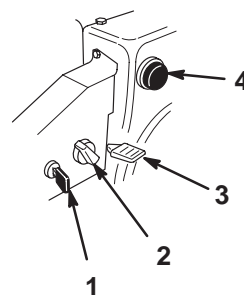

Figure 14
- **Clé de contact** (Fig. 14)—Insérez la clé dans le commutateur d'allumage avant de mettre le moteur en marche. Pour couper le moteur, retirez la clé de contact.
- **Starter** (Fig. 14)—Pour mettre en marche un moteur froid, tournez la commande de starter à la position *en service*. A mesure que le moteur se réchauffe, tournez progressivement le starter dans le sens anti-horaire jusqu'à la position *hors service*.
- **Manette d'accélérateur** (Fig. 14)—Déplacez la manette vers le haut pour augmenter le régime du moteur, ou vers le bas pour le réduire. Réglez la manette d'accélérateur en position d'*Arrêt* pour arrêter le moteur.
- **Amorceur** (Fig. 14)—Appuyez sur l'amorceur pour envoyer une petite quantité d'essence dans le moteur afin de faciliter le démarrage par temps froid.
2. Retirez la clé de contact du commutateur d'allumage (Fig. 14).
3. Enlevez le bouton de starter (Fig. 14).
5. Tournez le starter en position *en service* (Fig. 14).
6. Insérez la clé de contact (Fig. 14).
7. Couvrez l'orifice central de l'amorceur (Fig. 14) avec le pouce et appuyez lentement sur l'amorceur à trois reprises, en marquant une pause à chaque fois.
10. Dès que le moteur a démarré, tournez le starter (Fig. 14) à la position 3/4. A mesure que le moteur se réchauffe, tournez le starter à la position 1/2. Quand le moteur est suffisamment chaud, tournez le starter à la position *hors service*.